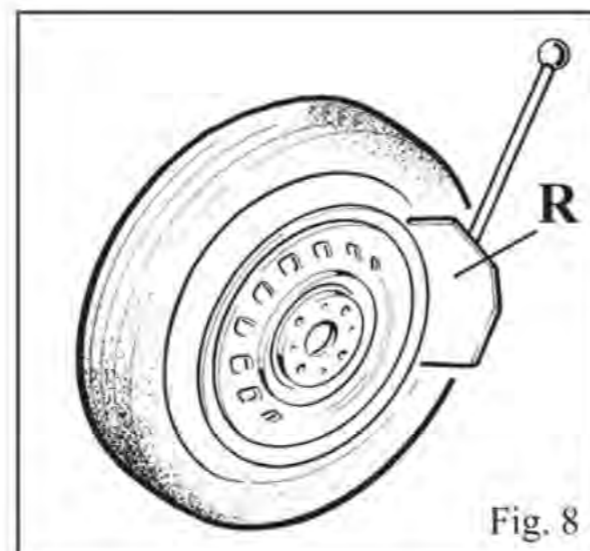

Fig. 8
- Placez la roue contre les butées en caoutchouc sur le côté droit du démonte-pneus (S).
- Placez le decolle talon (R) contre le talon du pneu à une distance d'environ 1 cm de la jante (fig.8). Faites attention à la lame, qui doit fonctionner correctement sur le pneu et non sur la jante.
- Appuyez sur la pédale (U) pour activer le decolle talon et relâchez-la lorsque la lame a atteint la fin de son voyage ou en tout cas lorsque le talon est decoller.